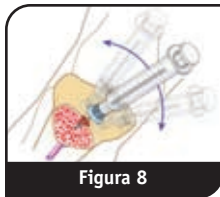

Figura 8
- e. Inserire il catetere nella corticale dell'osso premendo il grilletto del manipolo e applicando una pressione leggera e stabile verso il basso. **È importante mantenere l'angolazione a 90 gradi durante l'inserimento – NON INCLINARE il manipolo durante l'inserimento del set ago** (Figura 8).